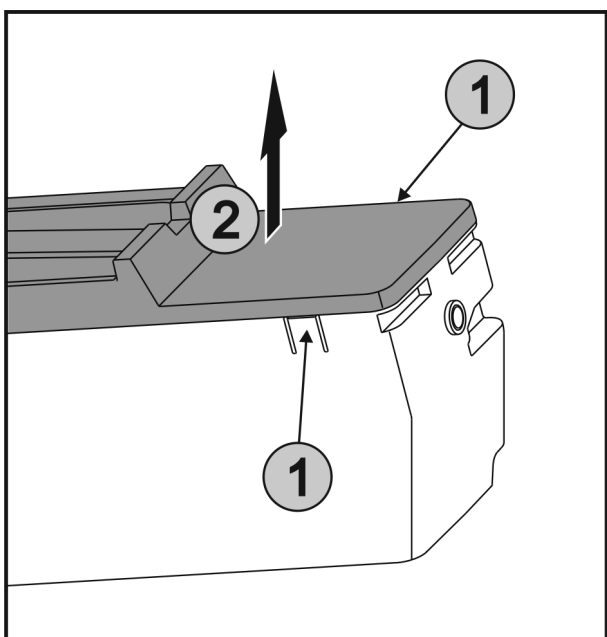

Fig. 52
- ▶ Súčasne stlačte spony Fig. 52 (1) na oboch stranách EasyTwist-Ice a odoberte kryt Fig. 52 (2) nahor.